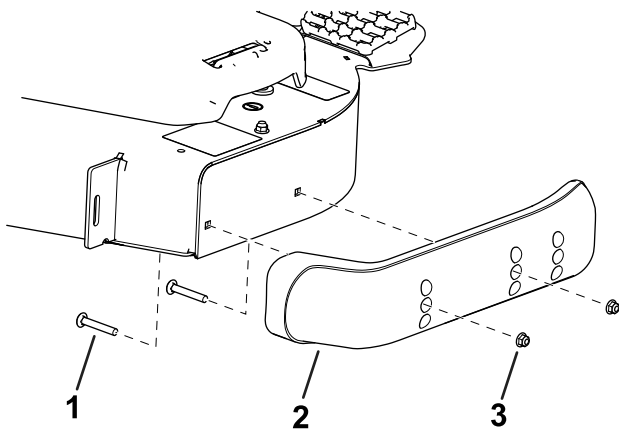

图 13
3. 将防滑块移到所需位置并用凸缘头螺栓和螺母将其固定到滚刀组图 13。